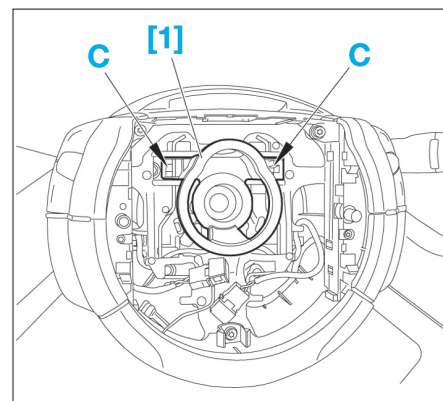

Fig. 5
- Clipper l'outil [1] en "C" sur le volant de direction à commandes centrales fixes (Fig.5).